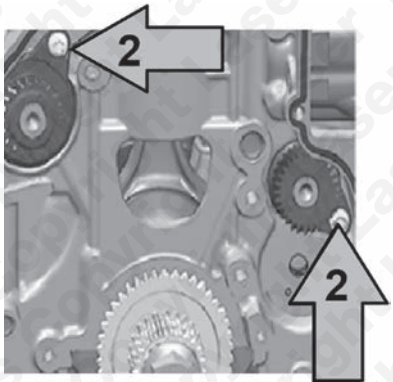

Abb. 2
- Schrauben (2) der Halterungen der Ausgleichswelle entfernen – siehe Abb. 2.